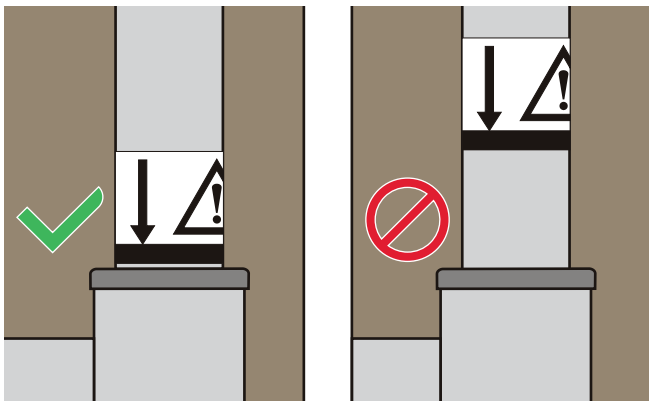

Abbildung 2
3. Bei richtiger Montage des Patientenaufrichters befindet sich die Markierungslinie genau auf Höhe der Aufnahmebuchse. Siehe Abbildung 2.